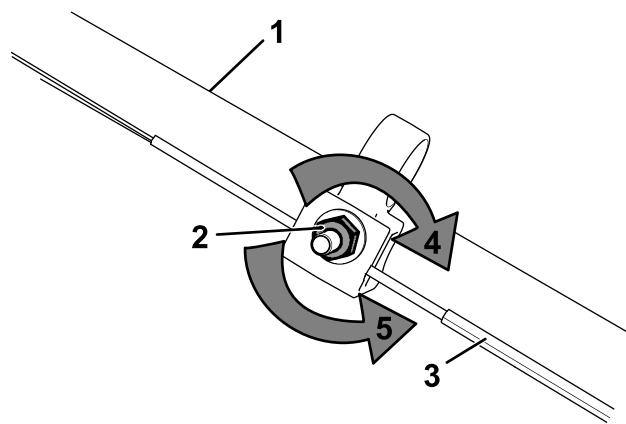

Figura 34
1. Rode a porca de ajuste no sentido contrário ao dos ponteiros do relógio para folgar o ajuste do cabo (Figura 34).
2. Ajuste a tensão do cabo (Figura 34) puxando-o para trás ou empurrando-o para a frente e mantendo a posição.